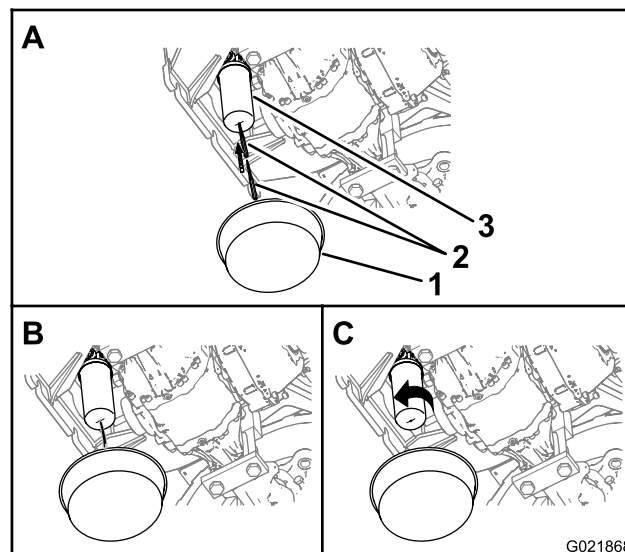

Figure 96
Remarque: Vous pouvez accéder au filtre de retour hydraulique sous l'arrière de la machine (Figure 96).
1. Placez un bac de vidange sous le filtre de pression hydraulique (Figure 96).
2. Percez le fond du filtre de retour hydraulique et vidangez le restant de liquide hydraulique dans le bac (Figure 96).
3. Tournez le filtre de retour hydraulique dans le sens antihoraire pour le déposer (Figure 96).